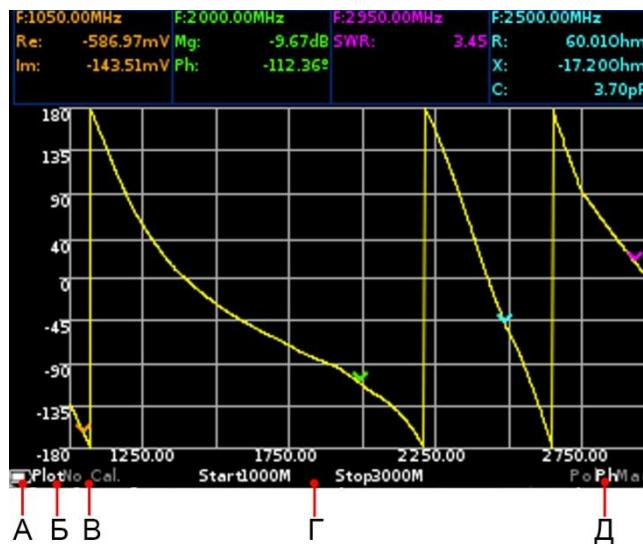

Рисунок 8.1 – Экран прибора
8.2. Справа, от индикатора состояния аккумулятора отображается режим (Б), рисунок 8.1, в котором находятся кнопки перемещения (8):
- **Plot** – режим, в котором кнопками (8) производится переключение диаграмм и графиков на экране прибора;
- **Span** – кнопками (8), пользователь может изменять диапазон обзора при постоянной центральной частоте;
- **Freq** – кнопками (8) производится изменение начальной и конечных частот без изменения ширины частотного плана (сдвиг частотного плана);
- **Mkr 1 ... Mkr 4** – активный маркер, который может быть перемещен кнопками (8). Переключение между маркерами производится нажатием на кнопку (11) «**MKR**»;
- **Amp** – режим, в котором кнопками (8) производится изменение опорного уровня при выводе таких графиков, как магнитуда, логарифмическая магнитуда и КСВН
8.3. Обозначение типа калибровки (В) рисунок 8.1:
8.4. В центре нижней строки отображается частотное задание (Г) рисунок 8.1:
8.5. В правом нижнем углу экрана отображается тип выведенного на экран прибора графика (Д) (Рисунок 8.1):